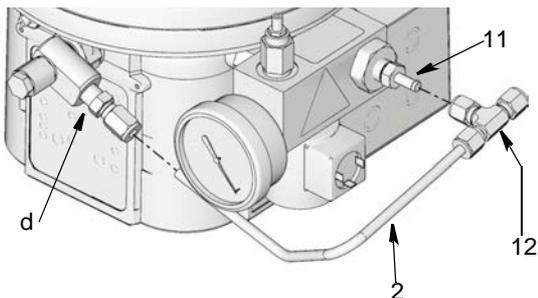

FIG. 18
- Raccorder le tuyau (2) au raccordement banjo (d) et le T (12) à l'adaptateur (11) (FIG. 18).